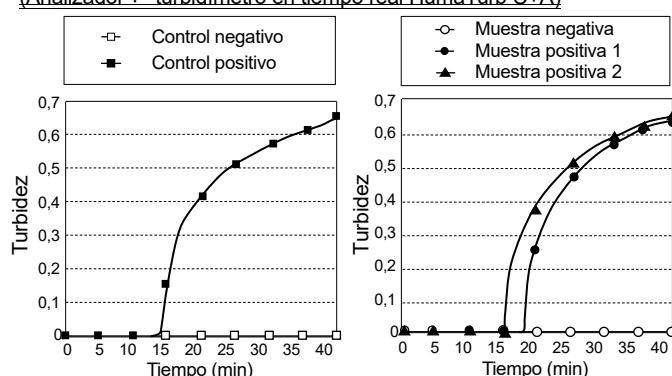

Fig. 1 : Gráficas de amplificación correspondientes a los controles.
- (1) Configure el turbidímetro en tiempo real HumaTurb C+A para la detección con este producto.
- (2) Compruebe si la temperatura mostrada en la pantalla alcanza los 65,0 °C (deje que el turbidímetro se caliente durante 20 minutos antes de utilizarlo).
- (3) Coloque los tubos de reacción e inicie el análisis.
- (4) Observe la pantalla del turbidímetro para comprobar si los controles positivo y negativo presentan un aumento de la turbidez. Si la turbidez aumenta en el control positivo, pero no en el control negativo, la reacción de amplificación está teniendo lugar correctamente (Fig. 1). De lo contrario, la reacción de amplificación podría estar teniendo lugar de manera incorrecta. En ese caso, vuelva a analizar las muestras afectadas.
- (5) Confirme la finalización de la inactivación de la polimerasa (completada automáticamente por el turbidímetro). Retire todos los tubos de reacción del turbidímetro en tiempo real HumaTurb C+A y deséchelos sin abrirlos.
Una vez se haya confirmado que la turbidez aumenta en el control positivo, pero no en el control negativo, evalúe las muestras atendiendo a los siguientes criterios (Figs. 1 y 2).